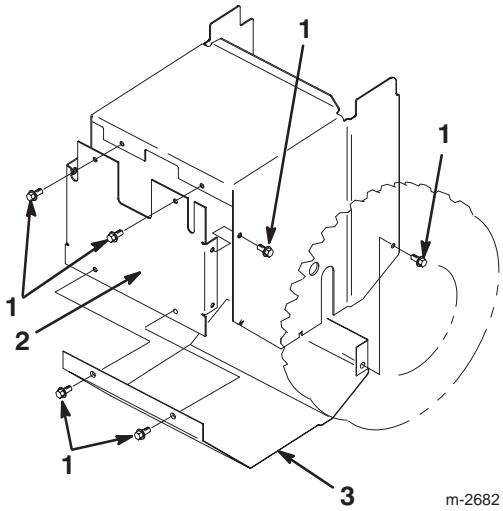

Bild 33
5. Entfernen Sie die acht Schrauben, mit denen die hintere und untere Abdeckung befestigt sind und entfernen Sie die Abdeckungen (Bild 33).